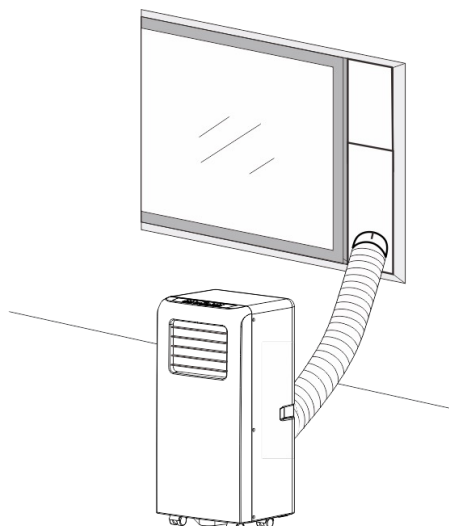
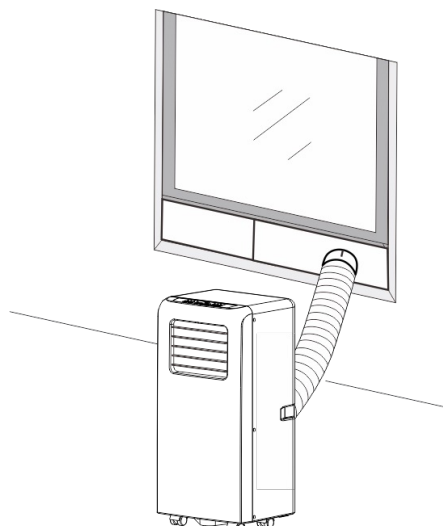

Fig.2
Fig.2a
- 2) Som vist i Fig. 2 og Fig. 2a, installer eksosslangen og juster vindusposisjonen godt.